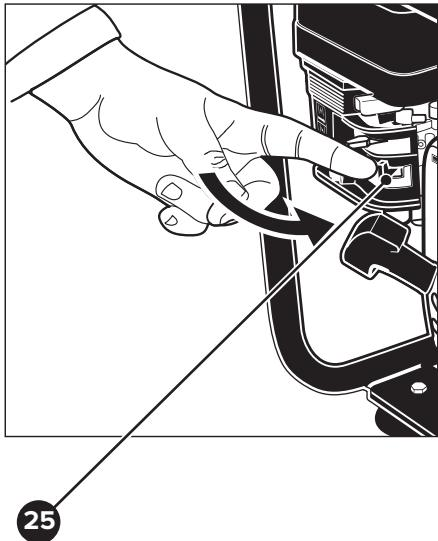

Рисунок 9 — Установка топливного крана в положение «**ОТКР**»
- Откройте топливный кран, повернув рычаг 25 вправо, по направлению к двигателю 10 (см. рис.9).